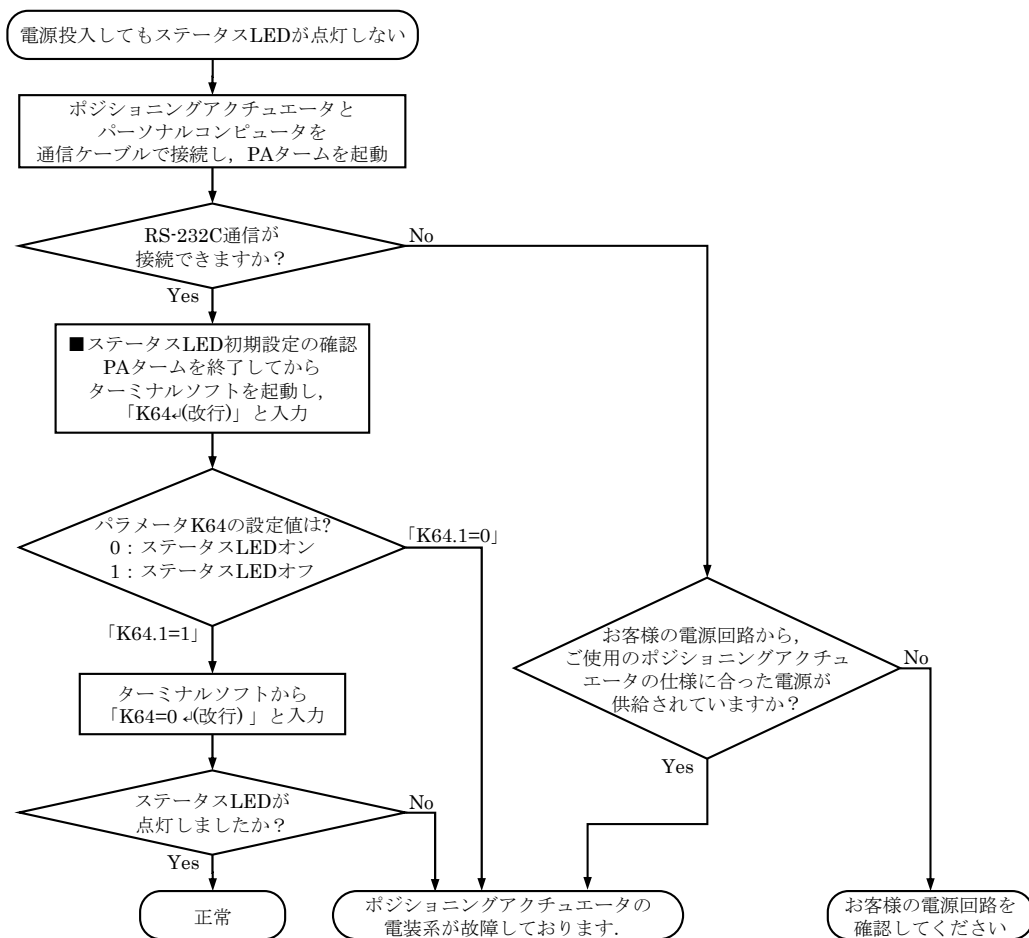

図 11.4 電源投入後にステータス LED が点灯しない場合の確認フロー
- 電源を投入してもステータス LED が点灯せず、ポジショニングアクチュエータへ通電されていないと思われる場合は、図 11.4 に示すフローに従い原因を確認してください。